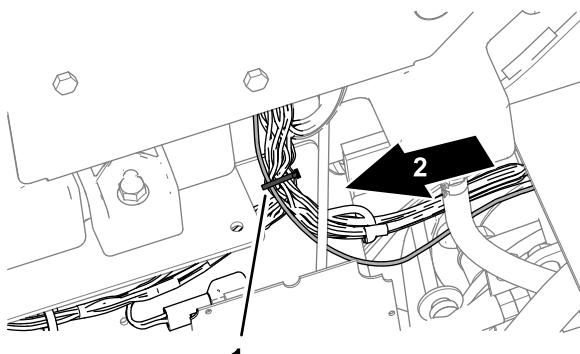

図 17
1. コントロールパネルのカバーのところで、電源ハーネスを車両のワイヤハーネスに固定するケーブルタイを使って図17のように固定する。